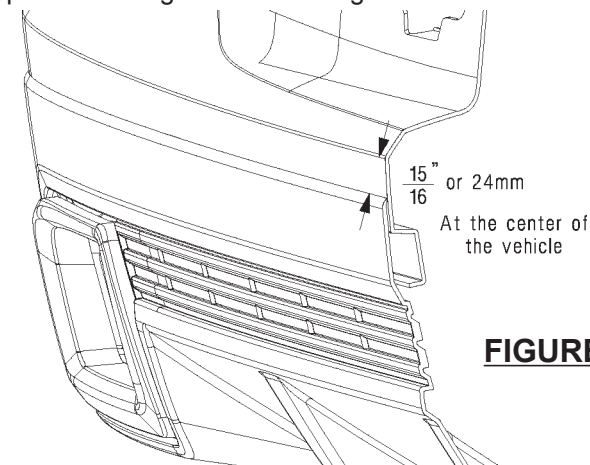
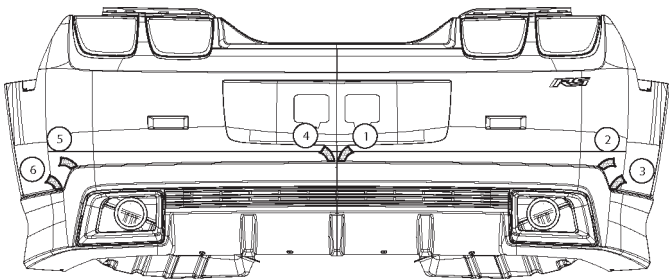

FIGURE 20A
FIGURE 20B
32. Aligner le diffuseur arrière. Se reporter à la figure 19a. Avec l'aide de deux personnes, retirer les languettes de ruban. Mouiller après chaque dépose de languette de ruban en appuyant fermement (15 lb) contre le revêtement. Se reporter à la Figure 20a a et Figure 20b.